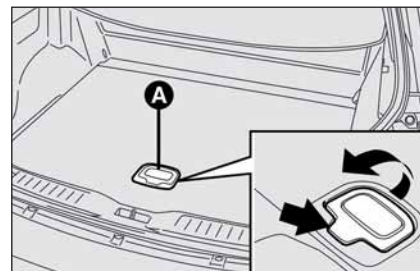
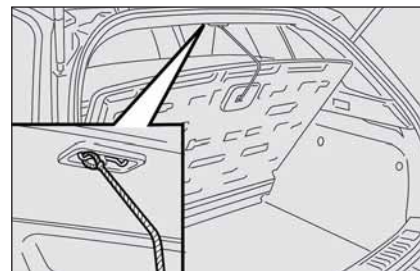

fig. 109
fig. 110
- ☐ levante la manilla **A**-fig. 109 presionando en el punto indicado por la flecha en correspondencia a la indicación “PUSH”, levante el compartimiento de carga y fíjelo mediante la cuerda específica en el enganche superior en el techo, procediendo como ilustrado en fig. 110.
- ❑ levante la manilla **A-fig. 109** presionando en el punto indicado por la flecha en correspondencia a la indicación "PUSH" y utilizando ésta retire el compartimiento de carga de su dispositivo de sujeción levantándolo ligeramente y tirándolo hacia el exterior; la articulación del lado del asiento ayudará en la maniobra.